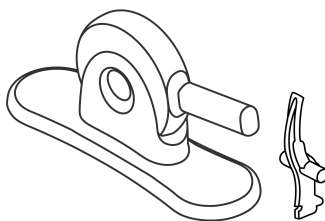

Figure 5: Edwards Crimper and 2-piece Crimp Stopper
■ Rysunek 5: Zaciskacz i dwuczęściowy ogranicznik zaciskania Edwards